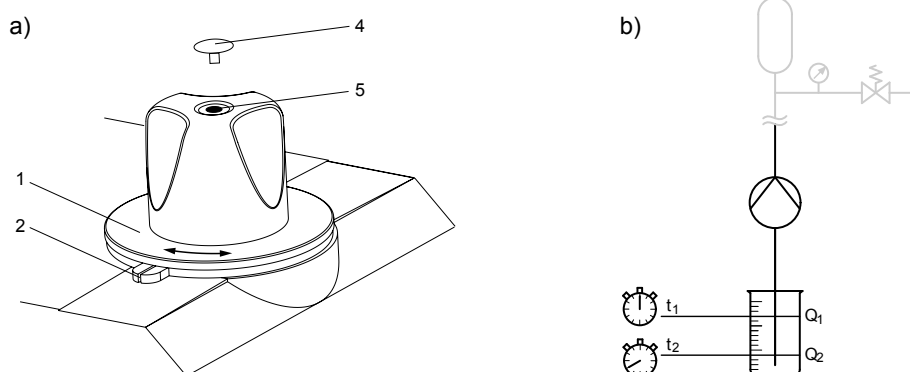

Fig. 22: a) ajustar o disco graduado, b) estrutura esquemática para calibrar
- 4. ➤ Remover a tampa de cobertura (4) do botão de ajuste do curso e soltar ligeiramente o parafuso (3) que se encontra por baixo.
- 5. ➤ Inserir o tubo de aspiração no recipiente de medição - ver Fig. 22.
- 13. ➤ Agora rodar apenas o disco graduado (1) até que a marca 100 % se encontre exactamente sobre a ranhura graduada (2).
- 14. ➤ Apertar o parafuso (3) com cuidado no botão de ajuste do curso e pressionar a tampa de cobertura (4).